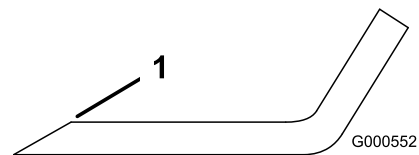

Figure 101
1. Au moyen d'une lime, aiguissez les tranchants à chaque bout de la lame (Figure 101).